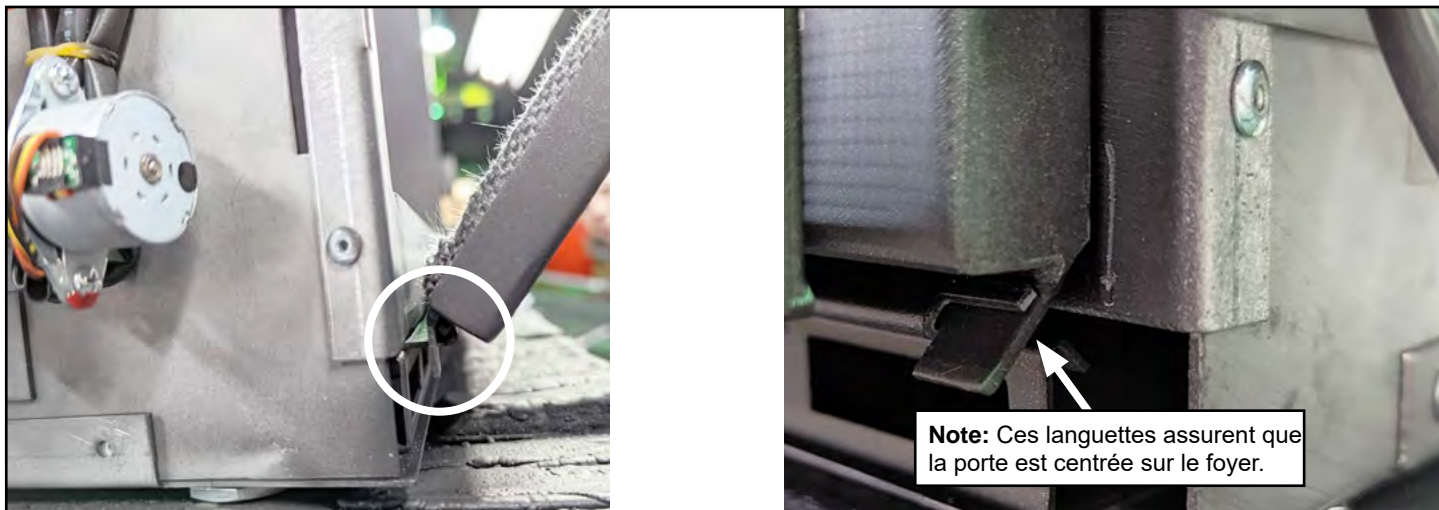

Figure 15.0.01:
Étape 1 : Tenez le cadre vitré à un angle pour que le rebord au bas du cadre vitré s'engage dans la fente de dégagement au bas du foyer. Voir **Figure 15.0.01**.